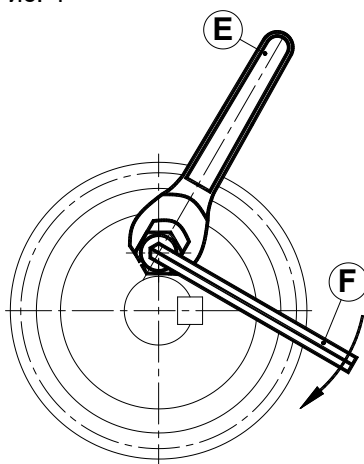

Рис. 5
Чтобы использовать CAFRA S. (например, серия 100 и пример 1 на стр. 161) просверлите ступицу на расстоянии  $f$  с высотой  $D$  между осями  $l$  и допуском, как показано в таблице на стр. 165. Установите ступицу на вал на желаемой высоте, вставьте CAFRA внутрь отверстия до фланца. Удерживая фланец заблокированным шестигранным ключом (E), используйте шестигранный ключ (F), чтобы затянуть винт с моментом затяжки  $M_s$ , как показано на рис.5.
To use CAFRA S. (for example series 100 and example 1 on page 161) drill the hub at distance  $f$  at height  $D$  interaxis  $l$  and tolerance as shown in the table on page 165. Position the hub on the shaft at the desired height, insert the CAFRA inside the hole up to the collar. Keep the collar locked with a hex key (E) and use an Allen key (F) to tighten the screw up to the  $M_s$  tightening torque as shown in the fig.5.